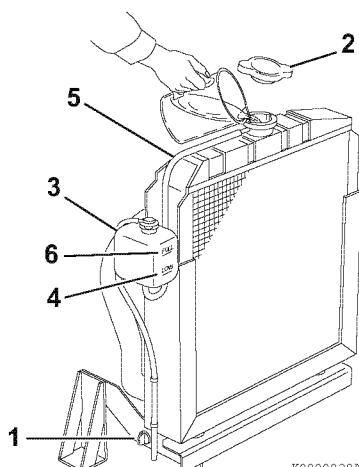
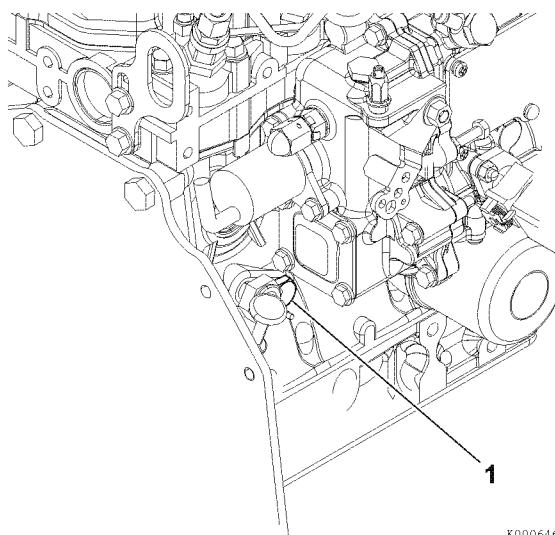

Рисунок 5
Рисунок 6
1. Убедитесь, что установлена и затянута сливная пробка радиатора либо закрыт сливной кранник (1, Рисунок 5). Также убедитесь, что вставлена сливная пробка охлаждающей жидкости (1, Рисунок 6) в блоке цилиндров.
2. Снимите крышку радиатора (2, Рисунок 5), повернув ее против часовой стрелки приблизительно на 1/3 оборота.
4. Установите на место крышку радиатора (2, Рисунок 5). Совместите лапки на обратной стороне крышки радиатора с пазами в заливной горловине. Нажмите на крышку и поверните ее по часовой стрелке приблизительно на 1/3 оборота.
5. Снимите крышку с расширительного бачка (3, Рисунок 5), и заполните его охлаждающей жидкостью до отметки LOW (COLD) (4, Рисунок 5). Установите крышку на место.
6. Проверьте шланг (5, Рисунок 5), соединяющий расширительный бачок (3, Рисунок 5) с радиатором. Убедитесь, что он надежно присоединен и в нем отсутствуют трещины и повреждения. Если шланг поврежден, вместо перетекания в расширительный бачок охлаждающая жидкость будет вытекать.
7. Запустите двигатель и подождите пока он достигнет рабочей температуры. Проверьте уровень охлаждающей жидкости в расширительном бачке. Когда работает двигатель и охлаждающая жидкость имеет нормальную температуру, уровень охлаждающей жидкости в бачке должен находиться на отметке FULL (HOT) (6, Рисунок 5) или вблизи нее. Если уровень охлаждающей жидкости ниже отметки FULL (HOT), долейте охлаждающую жидкость в расширительный бачок, чтобы ее уровень поднимался до отметки FULL (HOT).
1. Проверьте уровень охлаждающей жидкости в расширительном бачке. При холодном двигателе уровень охлаждающей жидкости в расширительном бачке должен находиться на отметке LOW (COLD) (Рисунок 5, (4)), нанесенной на бачке, или немного выше нее.
Если при холодном двигателе уровень охлаждающей жидкости находится на отметке FULL (HOT) (Рисунок 5, (6)), при нагревании охлаждающая жидкость расширяется и может выплескиваться через переливной шланг.